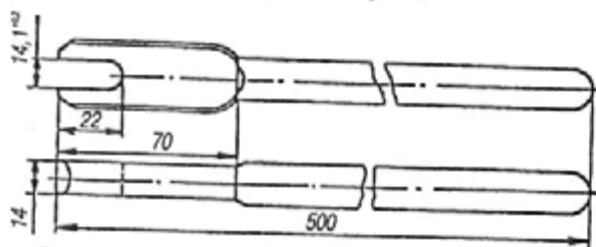

Рис. 260. Ключ для поворота и выбивки шкворня
- удалить верхнюю заглушку в бобышке стойки, для чего вставить специальный ключ, показанный на рис. 260, в вырез В (см. рис. 250) шкворня, образованный двумя плоскими лысками, и, поддерживая противоположный конец ключа рукой, сильными ударами по ключу молотком в непосредственной близости от шкворня через шкворень выбить верхнюю заглушку;